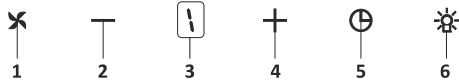

Fig. 17: 5 hastigheter, digitala knappar
1. ► Motor på/av (Fig. 17)
2. ► Sänka motorns hastighet (Fig. 17)
3. ► Digital display. Se fläktens hastighet (Fig. 17)
4. ► Öka motorns hastighet (Fig. 17).
5. ► Genom att trycka på timerknappen startas en 15-minuters nedräkning. Efter 15 minuter stängs fläkten av automatiskt (Fig. 17).
6. ► Belysning på/av (Fig. 17).